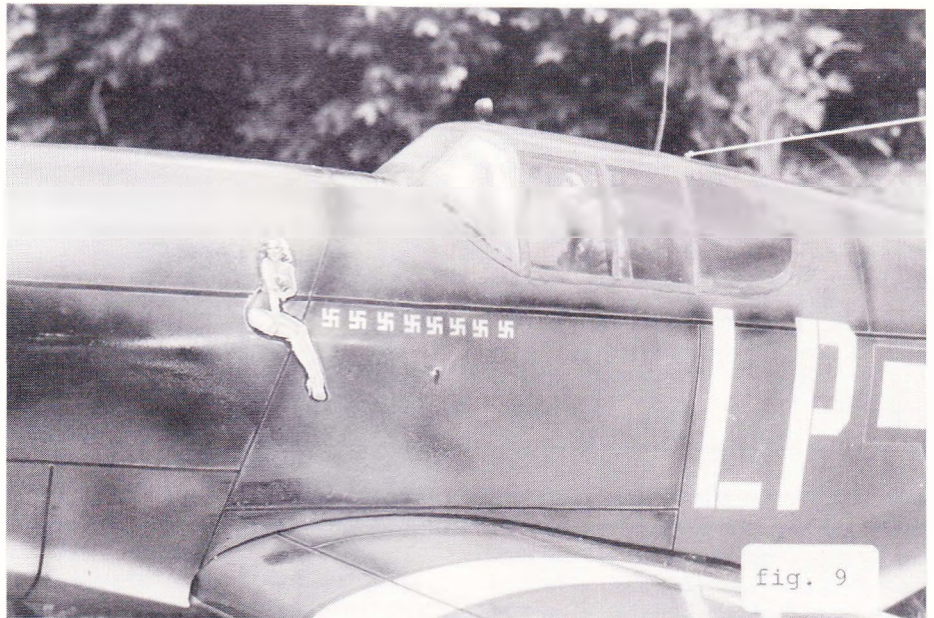

fig. 9
n. Beklæd »drivhusrammen« udvendig med strimler af selvklæbende folie, som siden males sammen med resten af modellen, hvorefter du er ved fig. 9.
Tyngdepunktet, der af hensyn til nøjagtigheden er vist på vingetegningen, afsættes på kroppen, og der ilimes små stykker rundstok til præcis afvejning, som det ses lige under sejrsmærkerne på fig. 9.